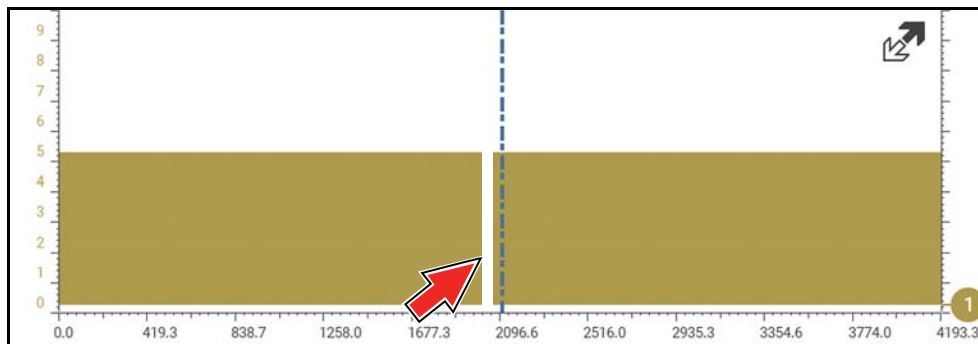

Figura 8-41
**2** - Pause a captura de dados e reduza o zoom (este exemplo é em 256X) para ver mais dados e talvez encontrar uma falha (*Figura 8-41*). Neste exemplo, o cursor foi colocado do lado direito de uma falha. A forma de onda está muito comprimida e não dá para ver detalhes, mas a falha se destaca como uma área clara fina na forma de onda.